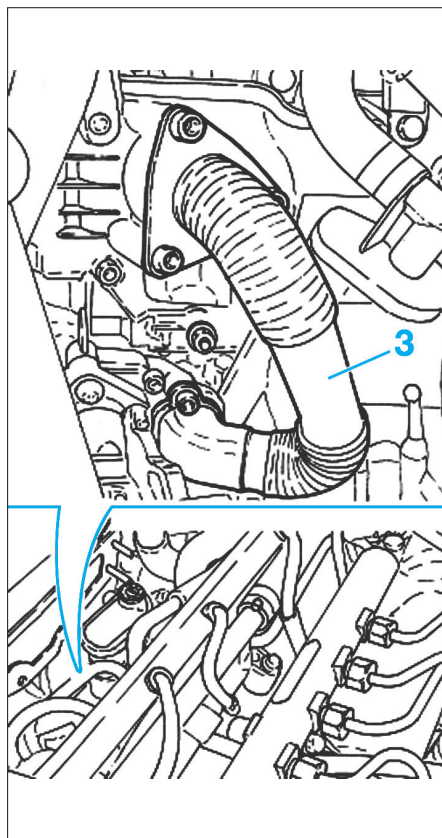

Fig. 6
• Déposer le tuyau reliant la vanne EGR au collecteur d'admission (3) (Fig.6).